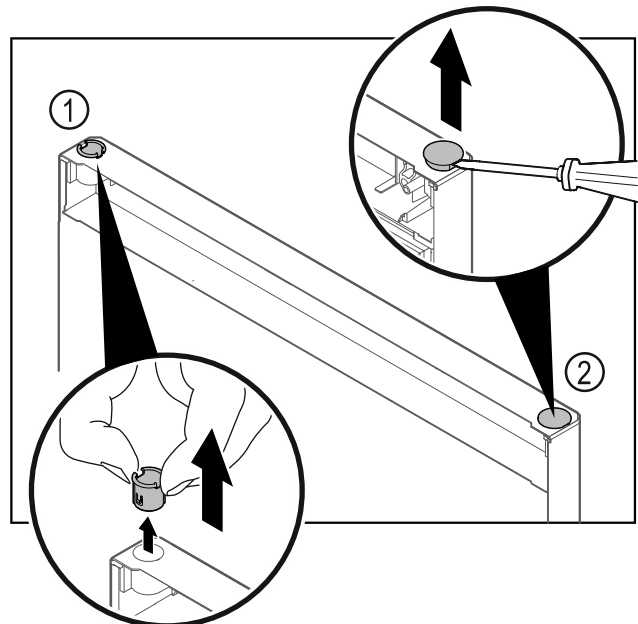

Fig. 27 Kühltteiltür
- Scharnierbuchse Fig. 27 (1) mit den Fingern herausziehen.
- Abdeckstopfen Fig. 27 (2) vorsichtig mit einem Schlitzschraubendreher anheben und herausziehen.